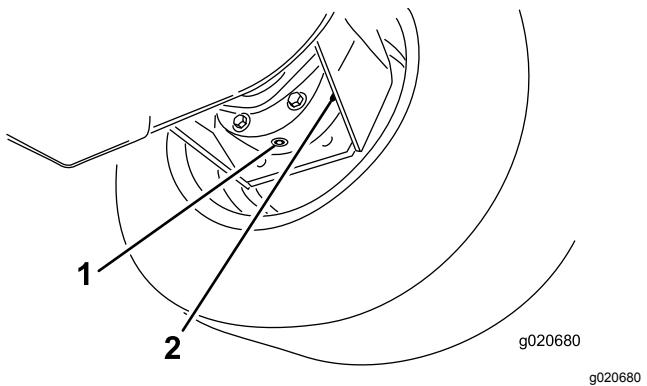

Figura 91
- Coloque o recipiente de escoamento por baixo da estrutura do travão, retire o tampão e deixe o óleo escorrer para o recipiente (Figura 91).